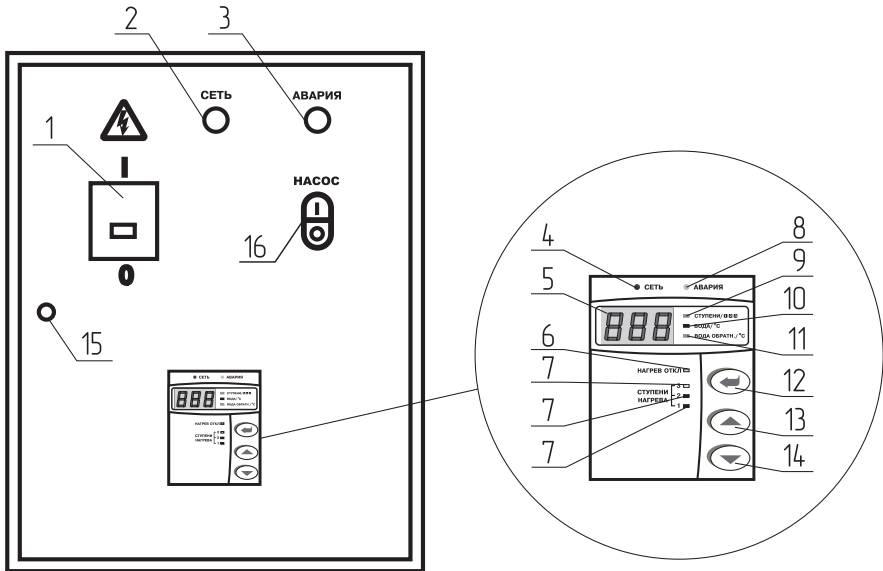
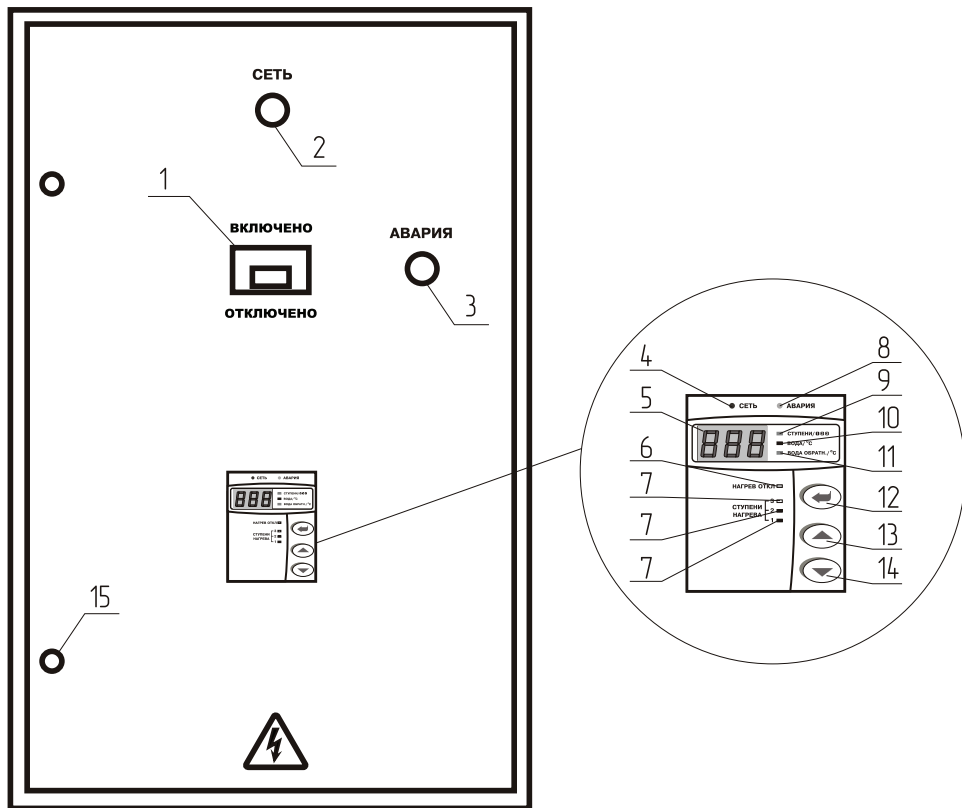

Рис.1 Расположения органов управления ПУ ЗВТ И.3.4
Рис.2 Расположения органов управления ПУ ЭВТ И.3.6, ПУ ЭВТ И.3.К
- Открыть крышку, предварительно отомкнув замки (**Рис.1, Рис.2, поз.15**) с помощью ключей, входящих в комплект;
4. Закройте крышку щита и замкните замок (**Рис.1**, **Рис.2**, **поз.15**).
- Панель включается в сеть вводным автоматом (**Рис.1, Рис.2, поз.1**). При включении панели загорается индикаторная лампа «СЕТЬ» (**Рис.1, Рис.2, поз.2**), показывающая, что напряжение на электрическую схему подано. В панелях ПУ ЭВТ ИЗ.4 циркуляционный насос включается кнопкой «НАСОС» (**Рис.1, Рис.2, поз.16**).
- Расположение органов управления и индикации на передней панели блока управления показано на **Рис.1, Рис.2**.
2. Включите вводной автомат QF1. При включении вводного автомата загорается индикаторная лампа «СЕТЬ» (**Рис.1, Рис.2, поз.2**), показывающая, что напряжение на электрическую схему подано и на цифровом индикаторе отображается текущая температура теплоносителя в системе;
3. Включите циркуляционный насос кнопкой (**Рис.1, Рис.2, поз.16**);
3. Включите вводной автомат QF1. При включении вводного автомата загорается индикаторная лампа «СЕТЬ» (**Рис.1, Рис.2, поз.2**), показывающая, что напряжение на электрическую схему подано и на цифровом индикаторе отображается текущая температура теплоносителя в системе;
Одновременно с отображением типа неисправности звучит периодический звуковой сигнал. Неисправности датчика температуры обратного теплоносителя отображаются если светится индикатор (**Рис.1, Рис.2, поз.11**), звуковой сигнал при этом отсутствует.
С помощью кнопок больше и меньше, обозначенных символами  и  можно изменять отображаемую на цифровом индикаторе информацию. Нажимая эти кнопки, на индикаторе последовательно отображаются текущие значения: количество используемых ступеней, температура прямого теплоносителя, температура обратного теплоносителя. Каждое нажатие сопровождается коротким звуковым сигналом. При этом светятся индикаторы (**Рис.1, Рис.2, поз.9, поз.10, поз.11**) соответственно, указывая на отображение текущей величины.